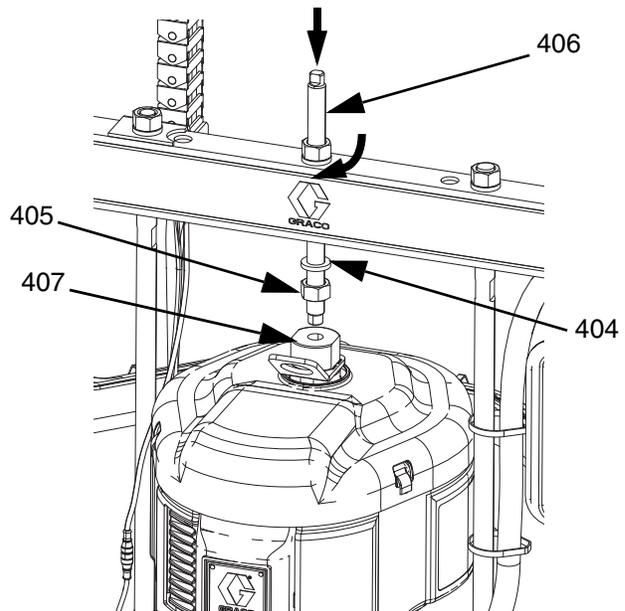

図 47
- b. センターホールを通してネジ山の付いたロッド (406) をラムに取り付けます。ロックワッシャ (404) およびナット (405) を、タイバーの上および下の両側で、ネジ山の付いたロッド (406) に取り付けます。レンチを使用して吊り上げリング (407) を保持し、別のレンチを使用してネジ山の付いたロッド (406) を吊り上げリングアダプタ (407) に入れて締め付けます。以下を参照してください: 図 47.
- c. タイバーの下のナット (405) を 25 ft-lb (34 N•m) のトルクで締めます。
- d. タイバーの上のナット (405) を締め付けてエアモーター (B) を所定の場所にロックします。